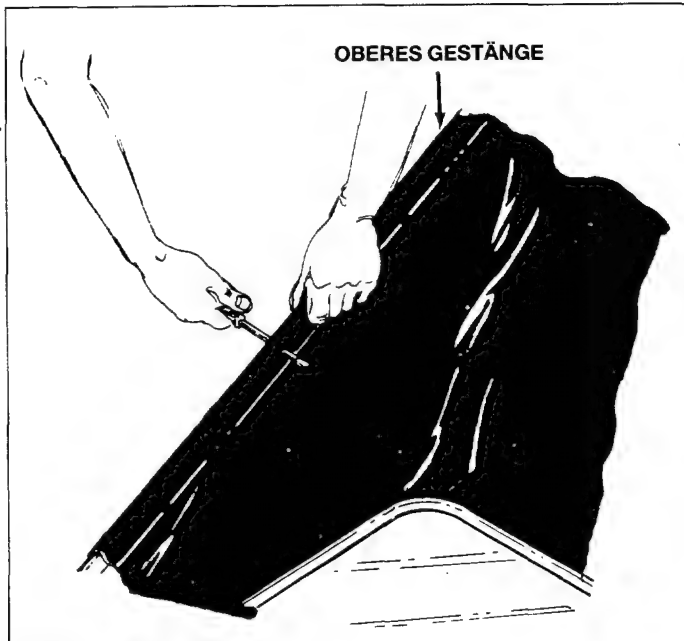

Bild 22
12. Die Bohrung an der Seite des oberen Gestänges suchen und ein Loch durch den Behälter parallel zu den Löchern in den Gestängen machen. Siehe Bild 22.